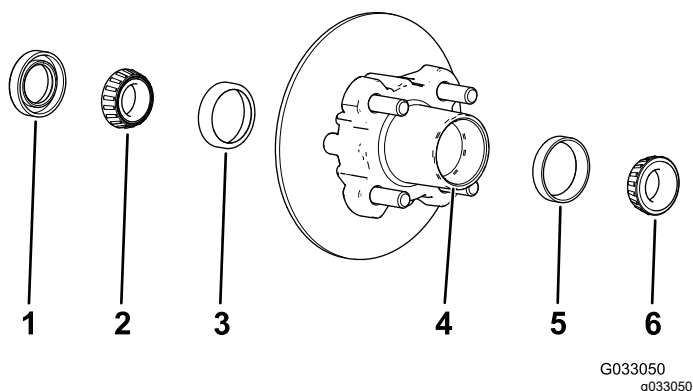

Figure 35
- Déposez le roulement extérieur et la bague de roulement du moyeu (Figure 35).
- Déposez le joint et le roulement intérieur du moyeu (Figure 35).
- Éliminez la graisse, la saleté et les débris déposés à l'intérieur de la cavité du moyeu (Figure 35).
- Remplissez la cavité du moyeu de 50 à 80 % environ avec la graisse spécifiée (Figure 35).
- Assemblez le roulement intérieur sur la bague sur le côté intérieur du moyeu et montez le joint (Figure 35).